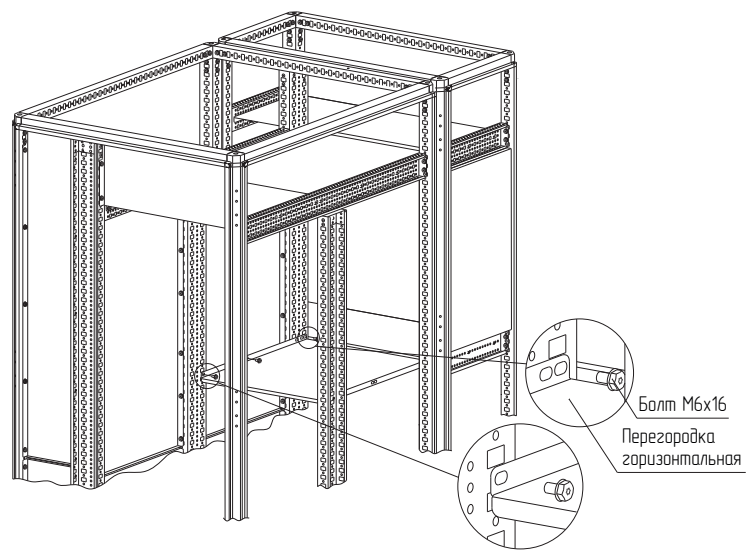

Рисунок 59
- вариант 3 Для этого закрепите стойки дополнительные на нужной глубине каркаса и закрепите перегородку на нужной высоте болтами М6х16 (рисунок 59) Момент затяжки – 7 Н·м. Стойки и болты в комплект не входят.